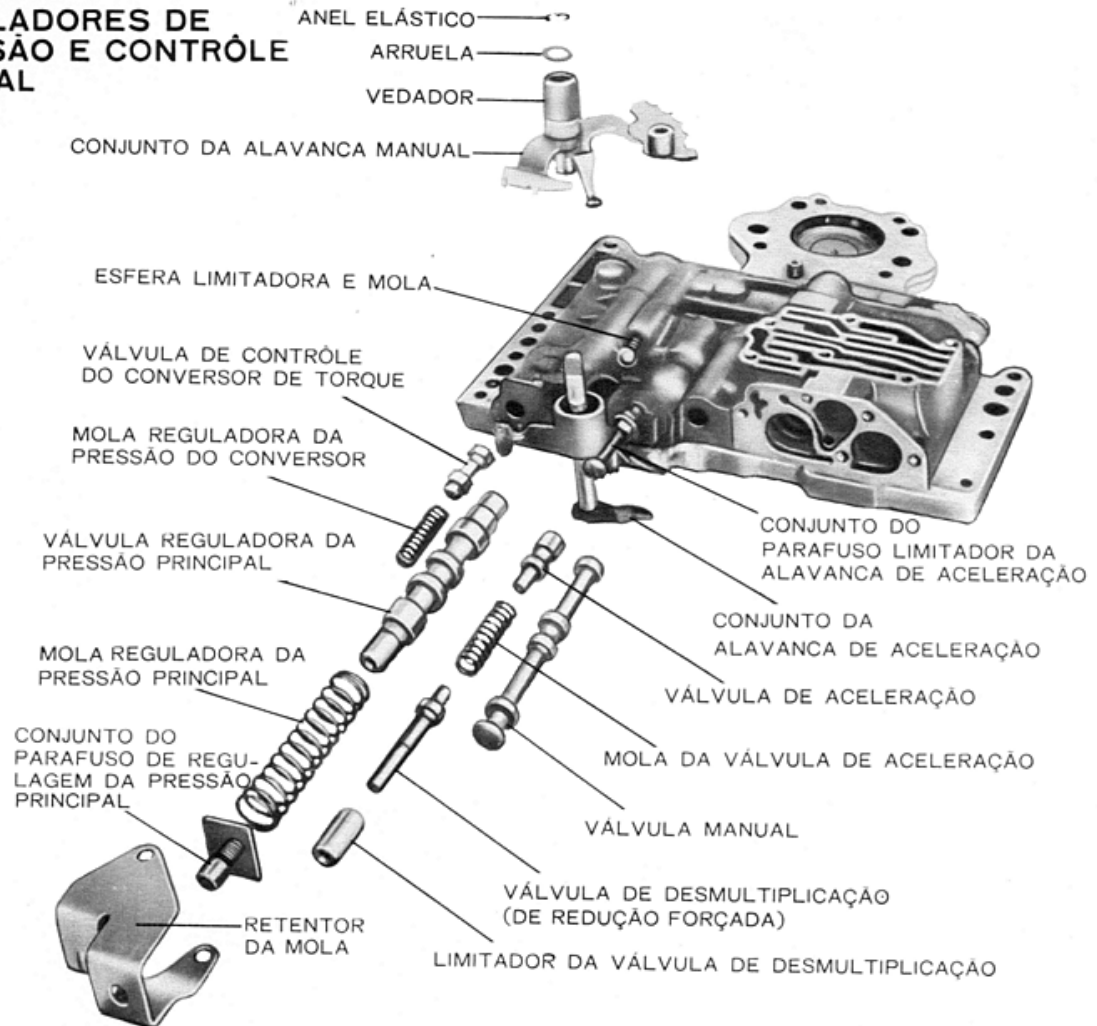
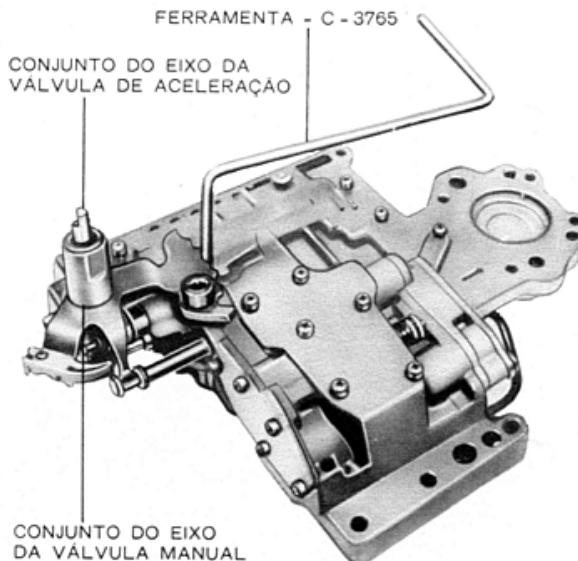

Fig. 40 — Contrôles manual e reguladores de pressão
Fig. 42 — Instalação da esfera limitadora, mola e alavancas de controle
- Remover o anel elástico e arruela do eixo da alavanca de aceleração (Fig. 40). Remover quaisquer rebarbas que possam existir no eixo e então, segurando a esfera limitadora da alavanca manual e a mola em seu alojamento com a Ferramenta C-3765 ou similar (Fig. 42), deslizar a alavanca manual para fora do eixo de aceleração. Remover a esfera limitadora e a mola.
- Instalar a alavanca de aceleração e eixo no corpo de válvulas (Fig. 40). Inserir a mola e a esfera limitadora no seu alojamento do corpo de válvulas. Comprimir a esfera e a mola com a Ferramenta C-3765 ou ferramenta similar e deslizar a alavanca manual por sobre o eixo de aceleração de modo que ela se encaixe na válvula manual e esfera limitadora.